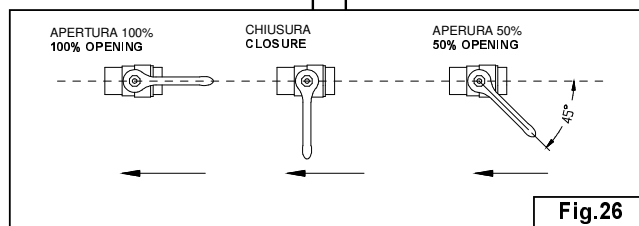
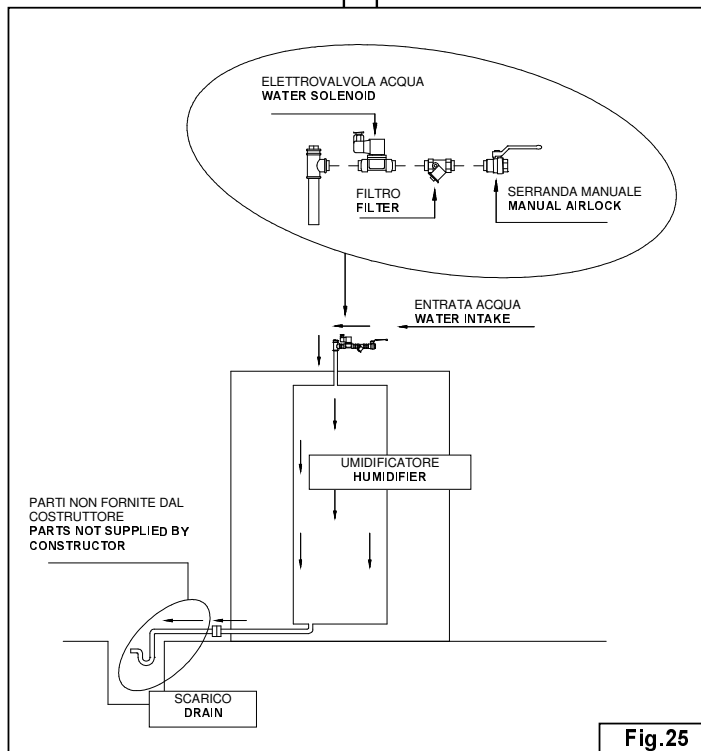

Fig.26
Fig.25
-Controllare il circuito acqua (**Fig.25**) con umidificatore freddo. Regolare l'apertura della serranda manuale al 50% come da **Fig.26**.
- Check the water circuit (**Fig. 25**) with the humidifier cold. Adjust the opening on the manual airlock at 50% as shown in **Fig. 26**.